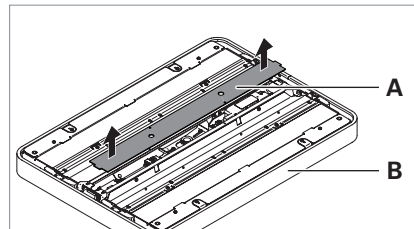

Fig. 20: Abdeckung entfernen.
- ▶ Drehen Sie die zwei Schrauben in der Abdeckung **A** heraus und nehmen Sie die Abdeckung vom Leuchtenkopf **B** ab, siehe Fig. 20.